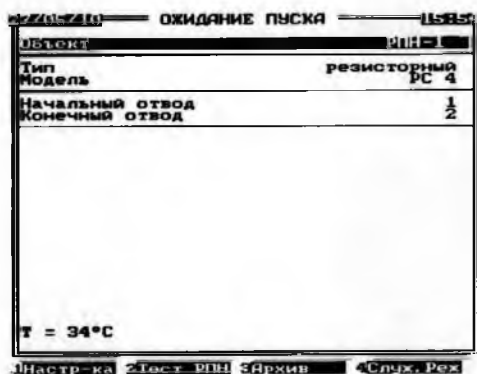
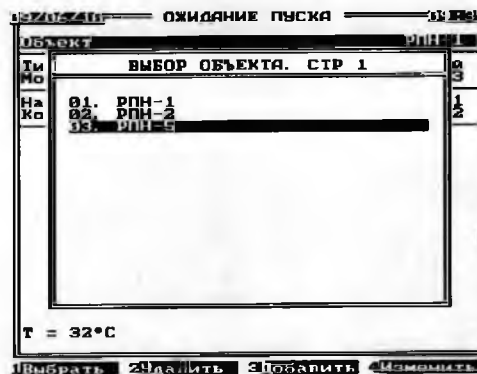
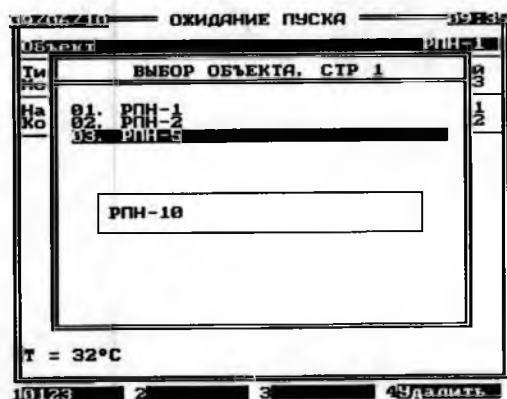

Рис.11.11.Исходное окно режима
Рис.11.12.Окно списка объектов
Рис.11.13. Окно создания
Если в исходном окне (рис.11.11) указанные названия не соответствуют испытываемому устройству, то их можно взять из списка, хранящегося в памяти прибора, либо создать новые.
11.4.1. Для смены названия объекта на другое из имеющегося списка кнопками ↑, ↓ выделить строку **Объект** (рис.11.11) и нажать кнопку ВВОД. В появившемся на дисплее окне со списком кнопками ↑, ↓ выделить новое название (рис. 11.12) и нажать кнопку ВВОД. Выделенное название объекта сменит прежнее.
11.4.2.Если данный объект ранее не испытывался прибором, то его название нужно создать. С этой целью в том же окне (рис.11.12) нажать кнопку F3 (функция – Добавить). А затем в появившийся прямоугольник вписать требуемое название (рис. 11.13) нажатием следующих кнопок:
11.4.4. В строке **Тип** (рис. 11.11.) задать тип устройства РПН – резисторный (если там указан реакторный тип). Для этого кнопками ↑, ↓ выделить строку **Тип**, а затем нажатием кнопок ← или → сменить тип.